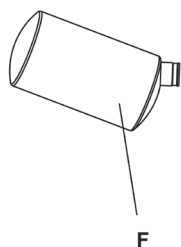

Рис. 4
1. Натянуть хомут (Е) на выпускное отверстие стружкоотсоса (рис. 4).
2. Натянуть отверстие мешка (F) на выпускной патрубок. Натянуть хомут (Е) поверх мешка, затянуть хомут.